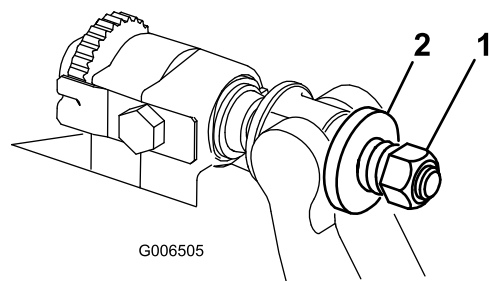

**Bild 29**
4. Ziehen Sie die Federspannungsmutter an, bis die Feder zusammengedrückt ist, drehen Sie sie dann eine halbe Umdrehung heraus (Bild 29).